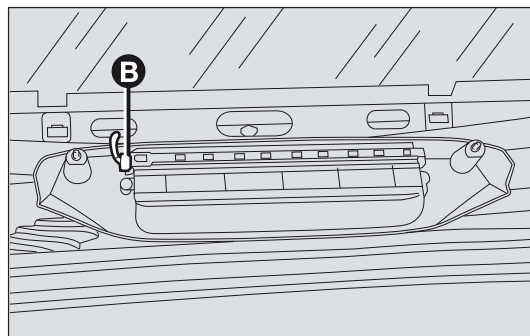

fig. 159
- ☐ desconecte el conector B-fig. 159 y extraiga el grupo óptico;